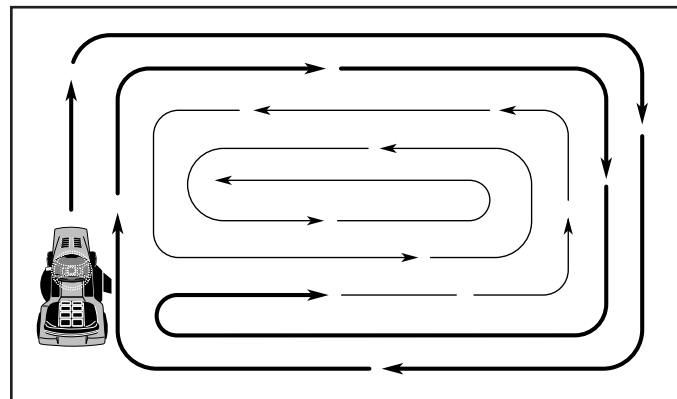

Fig. 24
- Al segar las áreas grandes, empiece girando a la derecha de modo que los recortes se descarguen, alejándose de los arbustos, cercos, entradas de automóviles, etc. Después de una o dos vueltas, siga en la dirección opuesta, haciendo virajes a la izquierda, hasta que termine (Vea Fig 24).